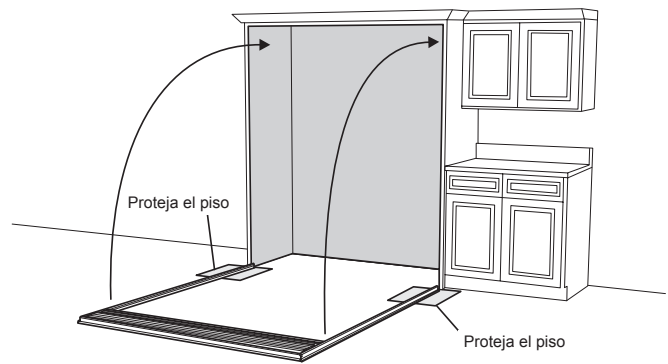

Figura 6
- Primero, coloque una cubierta protectora en el lugar donde la moldura lateral va a hacer contacto con el piso, cerca de la abertura preliminar. A continuación, levante el conjunto de rejilla y marco y céntrelo en la abertura preliminar. Es posible que requiera pedazos de cinta adhesiva en los ángulos superiores y en el centro de la parte superior, para mantener temporalmente el conjunto en su lugar. Véase la figura 6.